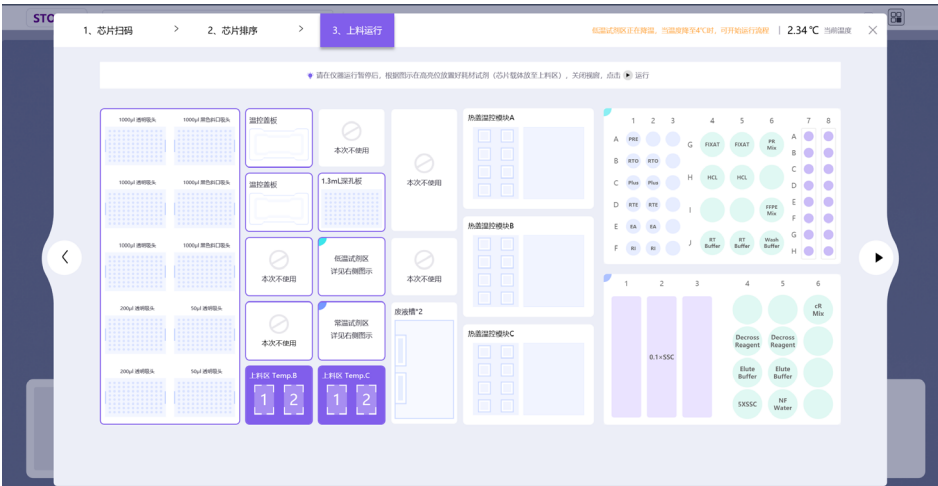

图 3-24 上料运行界面
- a. 点击下一步按钮后，进入如下图 3-24 的“上料运行”界面。请确保所有试剂耗材已如软件界面提示的位置放置；